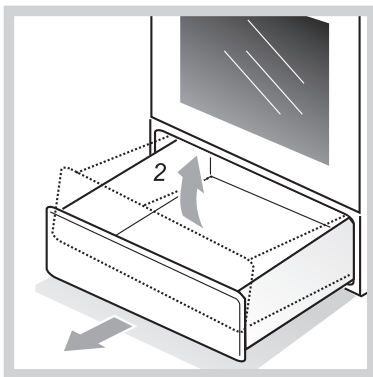

Рис. 3
- Как достать ящик, показано на рис.3.